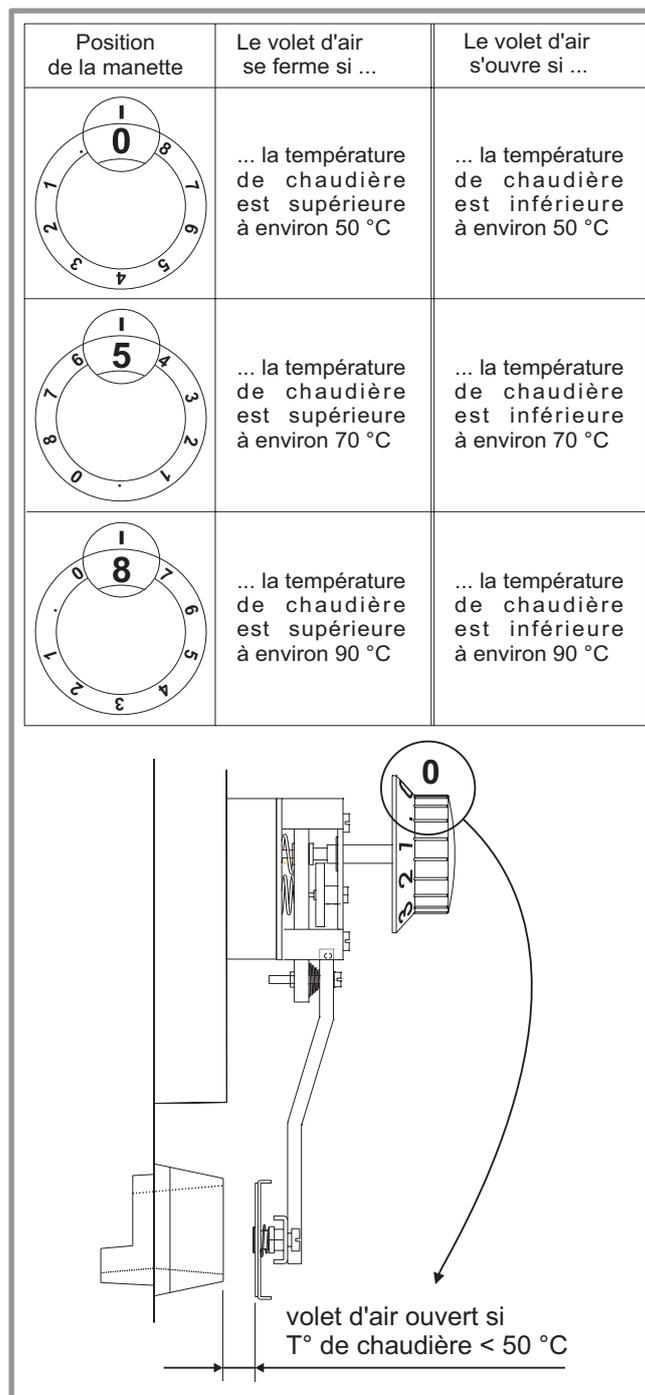

figure 14 - Fonctionnement du volet d'admission d'air
- Vérifier le bon fonctionnement du volet d'admission d'air (figure 14) commandé par le régulateur d'allure, pour ce faire enlever l'écran de protection en façade.